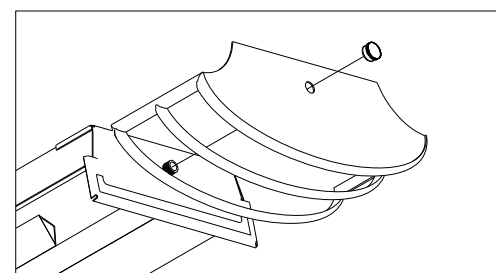

Figure 3
10. **Installer un embout décoratif** à une extrémité de l'appareil sur la tige filetée apparente, fixer à l'aide d'un faîteau décoratif. **Voir la Fig. 3.**
8. **Guide the pins on one end** of the Lamp into one Lampholder (8). Guide other end of Lamp into opposite Lampholder. Rotate Lamp ¼ turn in either direction until seated.
10. **Install Decorative End** onto one end of the fixture by placing over exposed threaded nipple-secure with Decorative Finial. **See Fig. 3.**
10. **Instale el Extremo Decorativo** en un extremo del luminario colocándolo sobre La enterrosca-asegure con un Finial Decorativo. **Vea Fig. 3.**